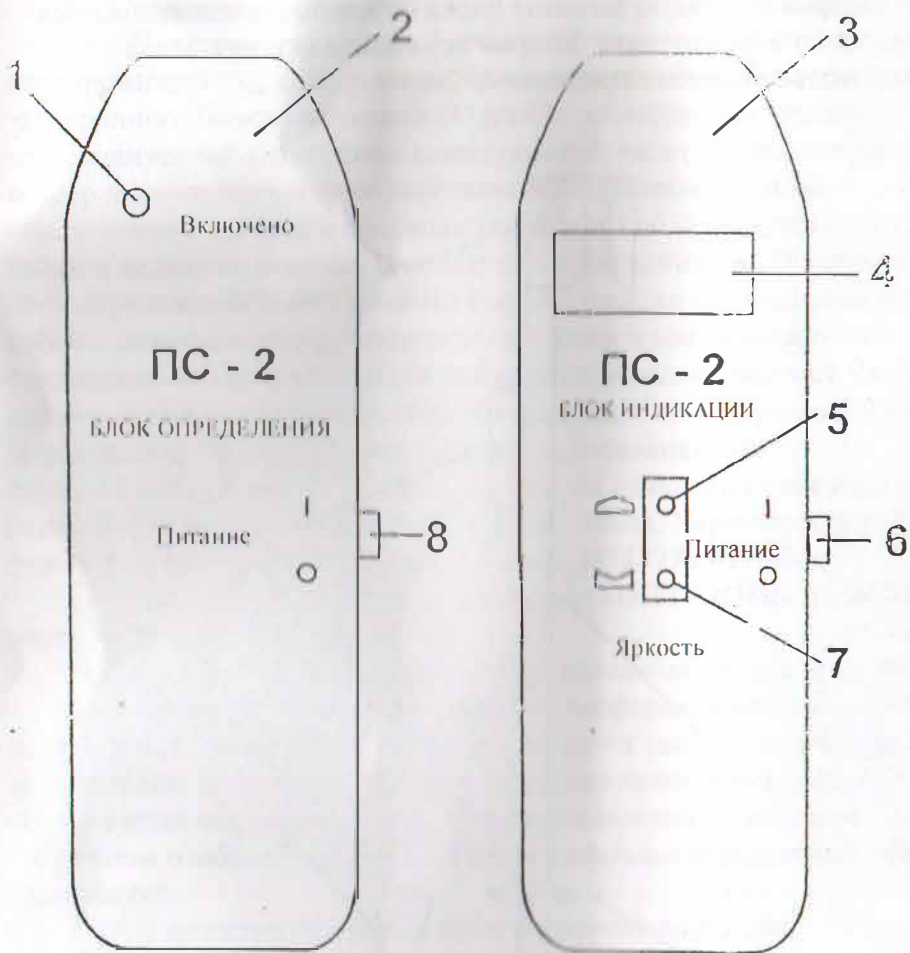

Рисунок 2 – Изображение передней панели электронных блоков:
1.4.2 Указатель включается тумблером «ПИТАНИЕ», на обоих электронных блоках, (рис. 2).